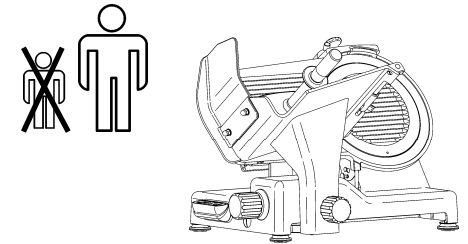

Abb. 25
- Kindern, Unfähigen und jedenfalls nicht ausgebildeten Personen sollte der Zutritt verboten werden (Abb. 25).